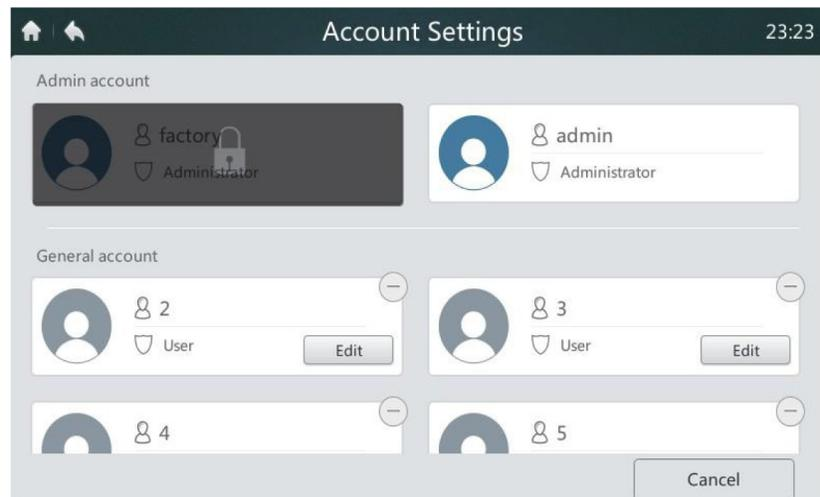

Figura 49.
4. Pulsar el botón **"DELETE"** en la esquina inferior derecha como se muestra en la **Figura 47** para desplegar el icono en la esquina superior derecha de la cuenta del usuario común. Ver **Figura 49**. En la esquina superior derecha del usuario, pulsar el icono a ser borrado.